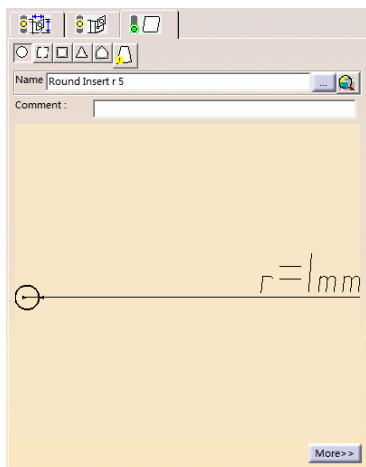

图 7-82 刀片选项卡 (3)
- 单击刀具参数选项卡中的，切换到刀片选项卡（3），设置刀片类型以及刀片参数，如图 7-82 所示。